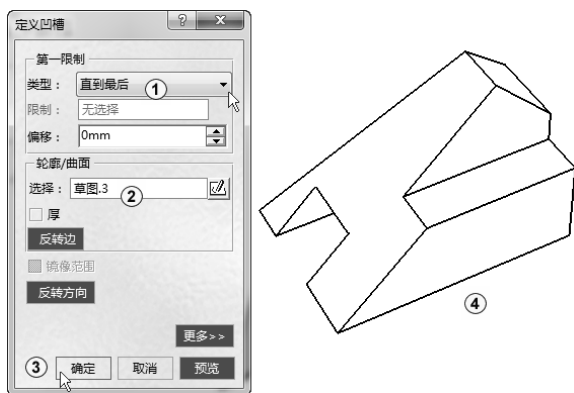

图 3-26 切割模型
11) 在特征工具栏中单击“凹槽”按钮, 弹出“定义凹槽”对话框, 单击“类型”下拉列表框, 在弹出的下拉列表中选择“直到最后”, 在“轮廓/曲面”选项组中的“选择”框中采用系统默认的“草图.3”作为切除断面, 如图 3-26 中①②所示, 其他采用默认设置, 单击“确定”按钮完成凹槽操作, 结果如图 3-26 中③④所示。